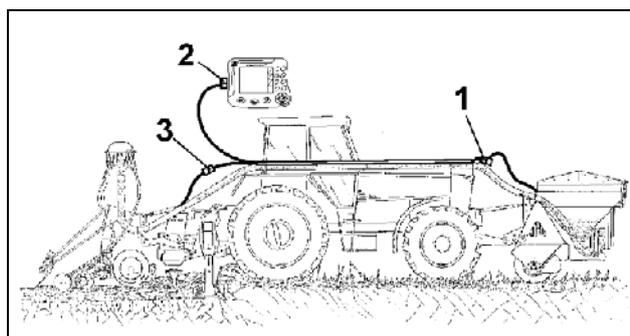

Fig. 45
Coloque y fije junto con los tubos de simiente el arnés de cables (Fig. 45) al remolcador.
- Conectar la clavija combinada del tanque frontal al arnés de cables (Fig. 45/1, Fig. 46).
- Conectar la clavija del riel de siembra al arnés de cables (Fig. 45/3).
- Conectar el arnés de cables con la clavija de máquina al equipamiento básico de remolcador del **AMATRON 3** (Fig. 45/3, Fig. 47).